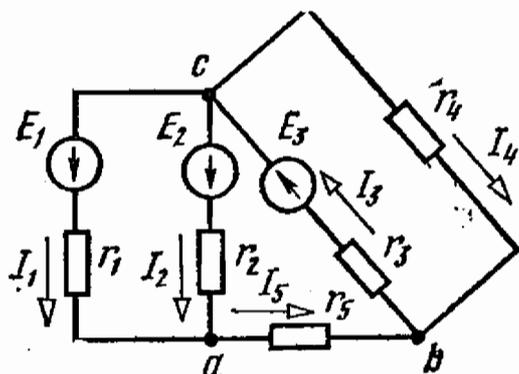

Рис. 1.52
1.52. Методом эквивалентного генератора найти ток в одной из ветвей цепи схемы рис. 1.52, зная который, можно, используя законы Кирхгофа и Ома, определить токи во всех остальных ветвях.